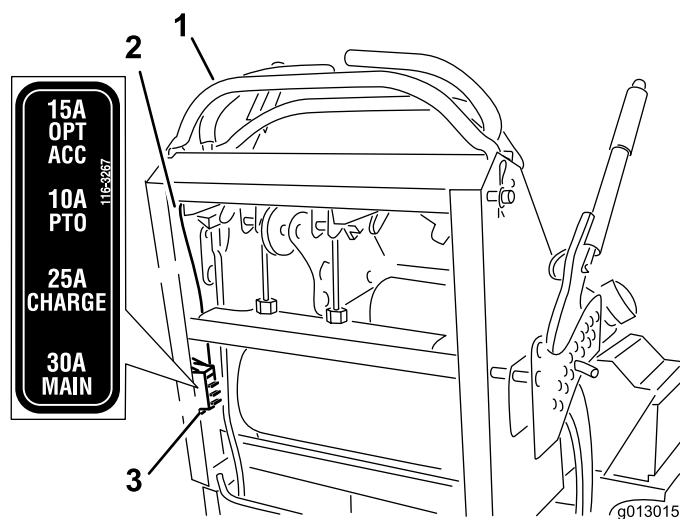

Figura 54
2. Tire hacia fuera del fusible para retirarlo y cambiarlo (Figura 54).